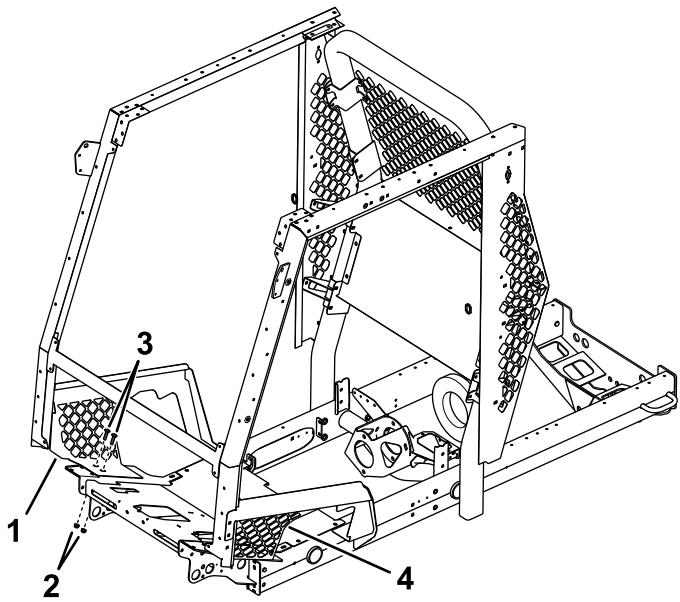

Figure 3
5. Avec des boulons de carrosserie (3/8" x 7/8") et des écrous à embase (3/8"), ainsi que les boulons fournis avec le groupe de déplacement et le kit d'extension de ROPS à 2 montants, montez le panneau inférieur gauche et le panneau inférieur droit (Figure 3).
6. Utilisez 2 boulons de carrosserie (1/4" x 3/4") et 2 écrous à embase (1/4") de chaque côté pour fixer le bas du panneau inférieur gauche et du panneau inférieur droit (Figure 3).